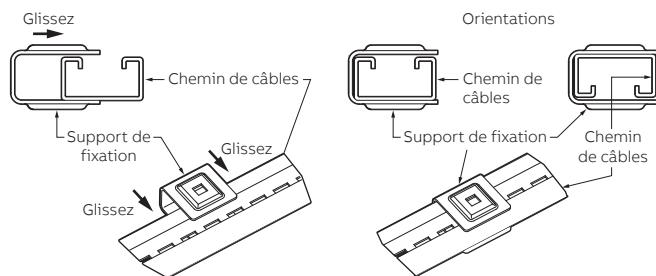

Figure 3
3. Déterminez l'espacement des brides à l'aide du tableau 1, selon la protection requise contre les courts-circuits. Glissez les supports de fixation sur les échelons du chemin de câbles selon l'espacement désiré. Le support s'adapte aux échelons peu importe l'orientation (figure 3).